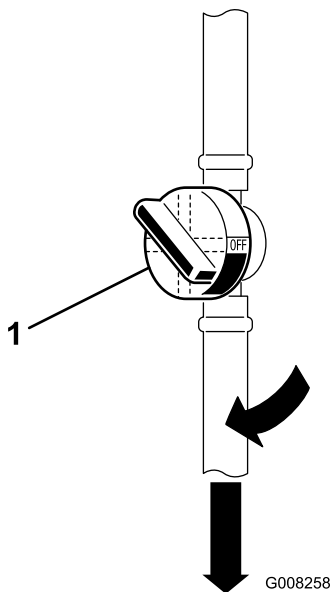

Figure 9
1. Ouvrez le robinet d'arrivée de carburant situé entre le réservoir de carburant et le moteur (Figure 9).